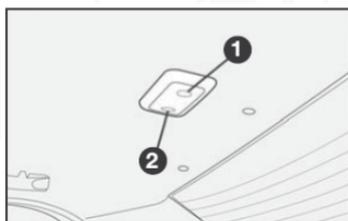
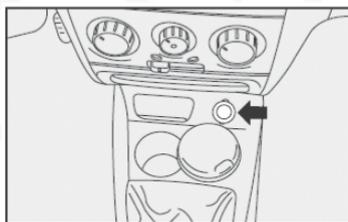

fig. 90
fig. 91
#### **LUZ INTERNA TRASERA - fig. 90 (si así está equipado)**
### TOMA DE CORRIENTE -fig. 91
- Efectúe el bloqueo de las puertas, manualmente, presionando la manija interna de la puerta delantera derecha A-fig. 90 y luego gire la llave en la cerradura externa de la puerta del conductor 2-fig. 91 en el sentido de las agujas del reloj.